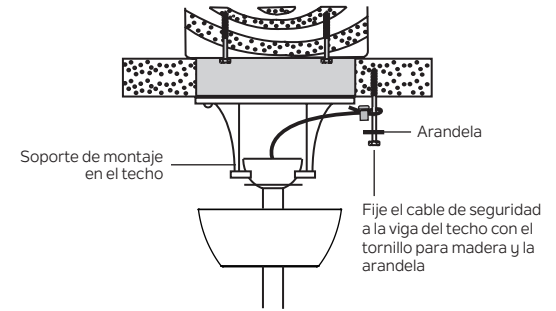

Figura 11
Paso 1. Coloque la arandela en el tornillo para madera. Fije el tornillo para madera y la arandela a la viga del techo que se encuentra junto al soporte de montaje del techo, pero no los apriete. (Figura 11)